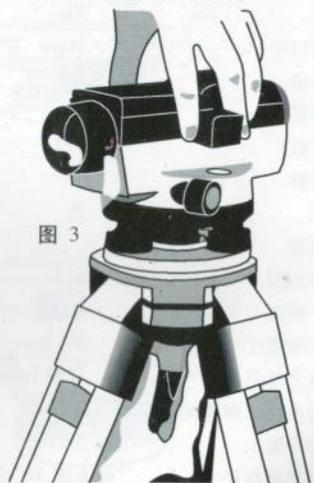

图 3
3.1.1 选择合适高度支好三脚架，将水准仪用中心螺丝与三脚架联接牢固（如图3）。